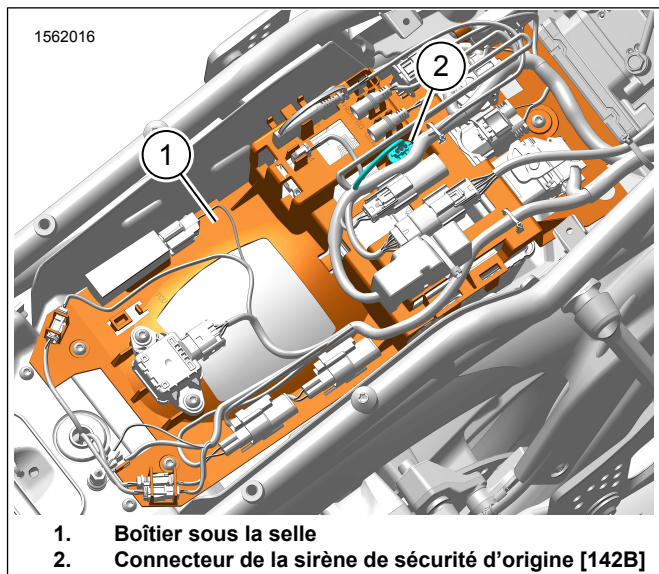
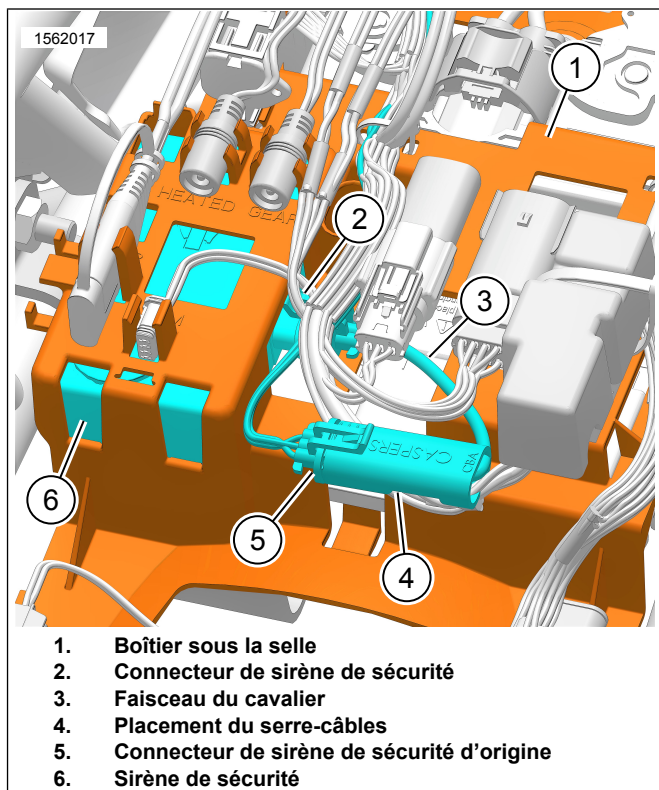
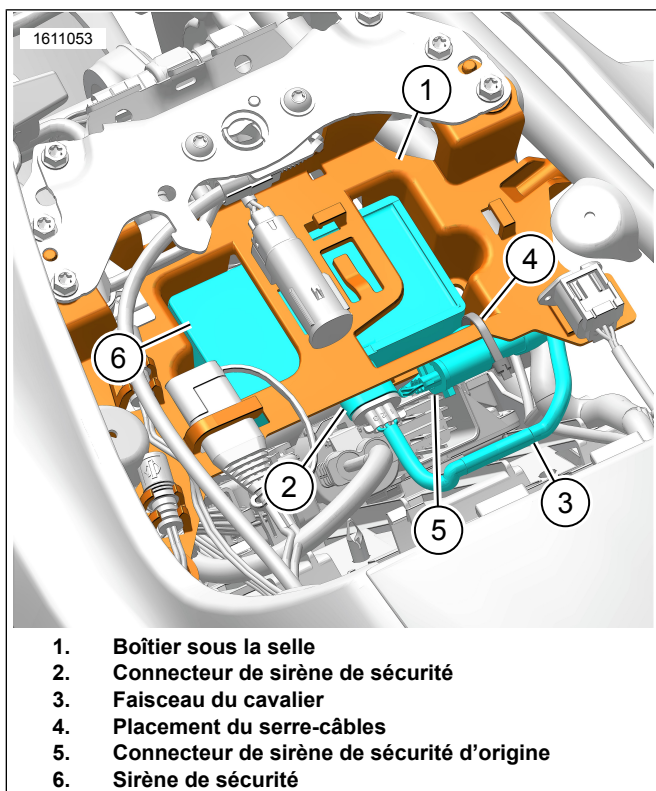

Figure 27. Connecteur d'origine (Pan America illustré)
Figure 28. Pan America (RA1250/S/SE)
Figure 29. Sportster S (RH1250S)
4. Voir la Figure 27. Retirer le boîtier sous la selle (1). Consultez le manuel d'entretien.
5. Retirer BCM (MCC) du boîtier sous la selle (1). Consultez le manuel d'entretien.
6. Consultez Figure 28 ou Figure 29 . Installez la sirène de sécurité (6) sur le boîtier sous la selle (1).
- b. Installez le boîtier sous la selle (1). Consultez le manuel d'entretien.
7. Voir la Figure 27. Retirer le connecteur de la sirène de sécurité d'origine (2) du point de fixation du boîtier sous la selle (1).
8. Consultez Figure 28 ou Figure 29 . Connecter le harnais de cavalier (3) à :
- a. Connecteur de sirène de sécurité d'origine (5).
- b. Connecteur de sirène de sécurité (2).
9. Fixer le connecteur du faisceau de connexion volante avec serre-câbles (4).